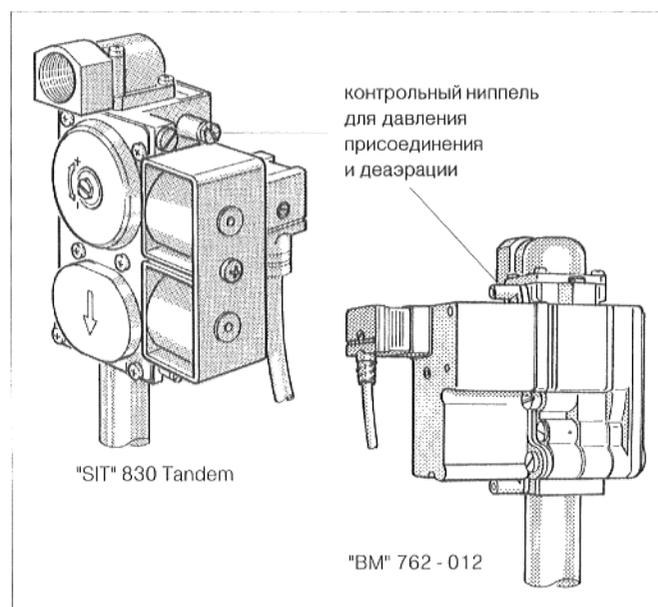

Рис. 24: "SIT" 830 Tandem и "BM" 762 - 012
- Произвести деаэрацию подводящей линии газа: отвинтить запорный винт контрольного ниппеля, для давления подключения газа и деаэрации, у арматуры газовой горелки (рис. 24 или 25), на два оборота; у "SIT" 830 Tandem необходимо устранить запорный винт. Если больше нет воздуха, закрутить опять запорный винт контрольного ниппеля.